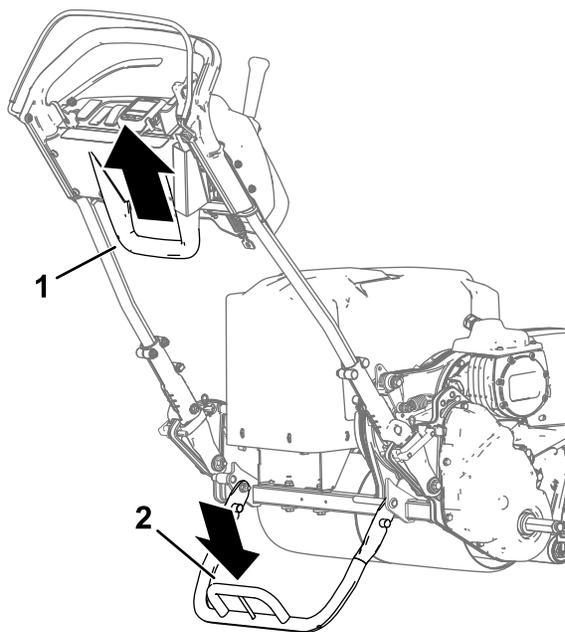

图 21
- 要使用支撑架安装行走轮首先应将支撑架放到地面上踩下支撑架环并向上向后拉中下部手柄图 21。